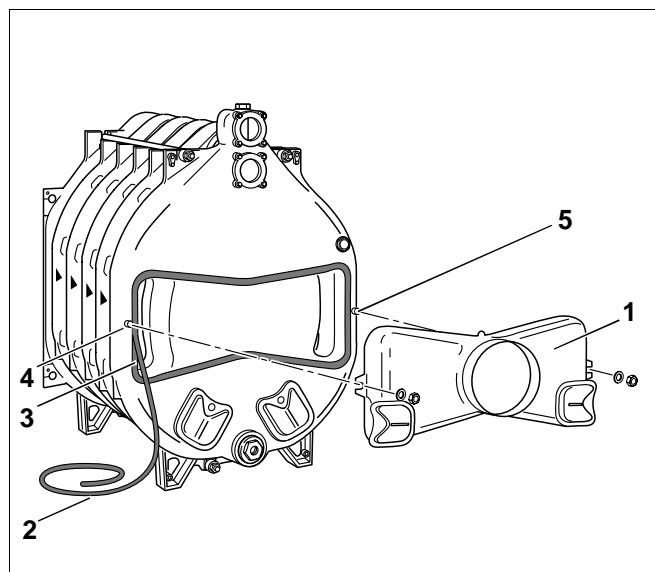

Fig. 24 Montering af røggasse
Til tætning af forbindelserne mellem kedel og røggasse (Fig. 24, **pos. 1**) anvendes KM-tætningssnor (Fig. 24, **pos. 2**).
- Tryk KM-snoen ind i sporet. Tætningssnoen skal lægges i, så samlingen i tætningssnoen ligger i siden af sporet (Fig. 24, **pos. 3**).
- Sæt røggassen på de to pinbolte på det bageste element (Fig. 24, **pos. 4 og 5**), og skru den på med spændeskiver og møtrikker.